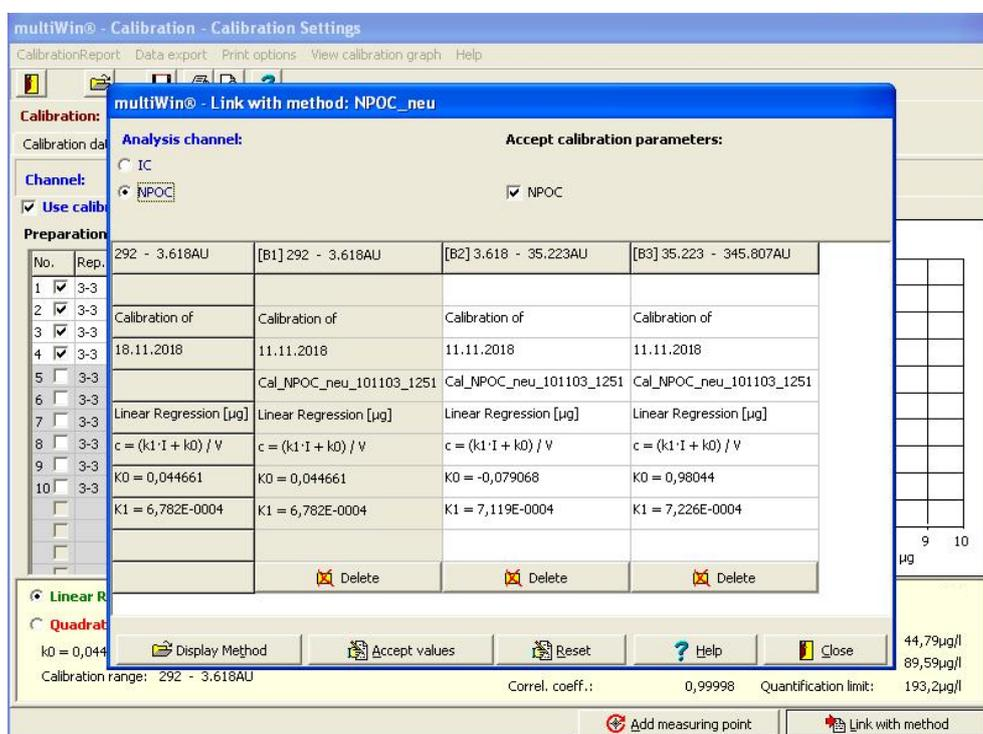

Fig. 50 Fenêtre Link with method avec trois pages
- Une **liaison sans lacune** signifie que l'extrémité supérieure d'une des pages de mesure correspond à l'extrémité inférieure de la suivante (voir le tableau Fig. 50, première ligne)